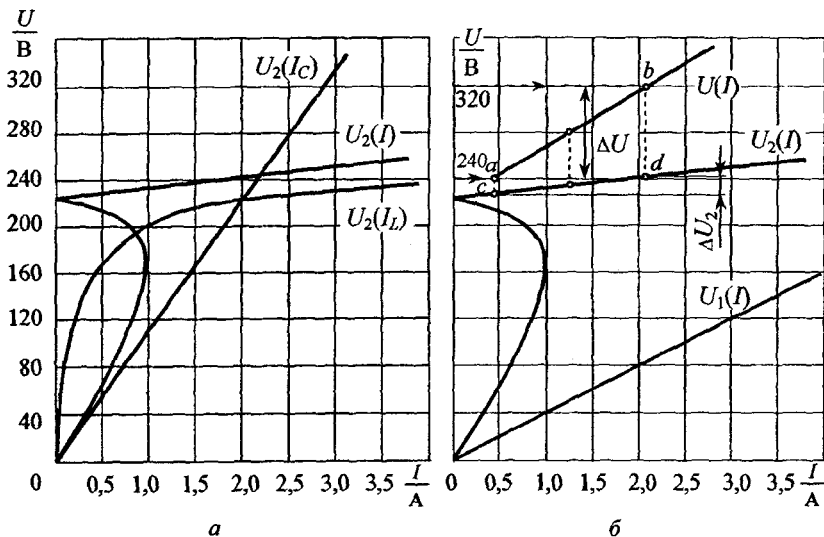

Рис. 2.12
**Решение.** Воспользуемся вольтамперными характеристиками нелинейного дросселя  $U_2(I_L)$  и конденсатора  $U_2(I_C)$  (рис. 2.12, а), построение которых выполнено в задачах 2.11 и 2.12.
Для этого произвольно задаемся точкой характеристики, например,  $X_L = U_1 / I = 160 / 4$  Ом и через две точки с координатами (0; 0) и (4 А; 160 В) проводим прямую  $U_1(I)$  (рис. 2.12, б).
Вольтамперная характеристика параллельного участка цепи  $U_2(I)$ , построение которой описано в задаче 2.12, приведена на рис. 2.12, б.
При построении результирующей характеристики цепи  $U(I)$  для ряда значений тока  $I$  графически складываем напряжения  $U_1$  и  $U_2$  (рис. 2.12, б).
Диапазон изменения выходного напряжения  $U_2$  при изменении входного напряжения от 240 до 320 В находим графически: откладываем напряжения  $U = 240$  и 320 В и с помощью ВАХ  $U(I)$  находим соответствующие токи цепи  $I$  (точки  $a, b$ ), затем по характеристике  $U_2(I)$  — значения выходного напряжения  $U_2 = 225$  и 241 В (точки  $c$  и  $d$ ) (рис. 2.12, б).